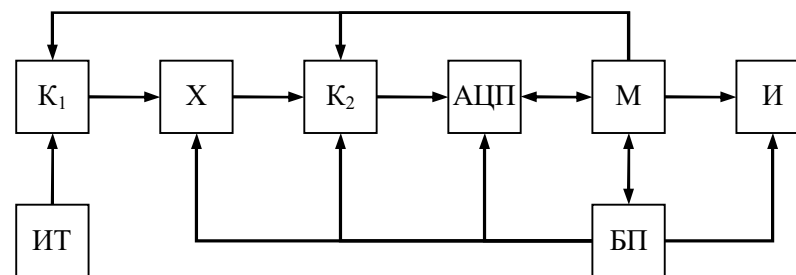

Рис.3.1. Структурная схема универсального графического магнитометра
3.2. Структурная схема магнитометра приведена на рис.3.1.